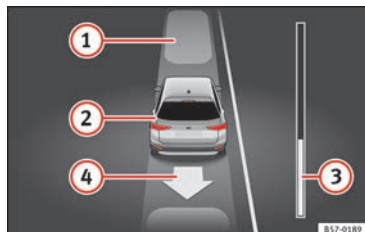

Fig. 222 En la pantalla del cuadro de instrumentos: desaparcarse de un hueco en línea.
Legenda de la **fig. 222**:
7.	Retroceda hasta que suene la señal continua del ParkPilot. O BIEN: dé marcha atrás hasta que en la pantalla del cuadro de instrumentos aparezca la indicación de dar marcha adelante. La barra de progreso » fig. 222 ③ indica la distancia que hay que recorrer » pág. 271.